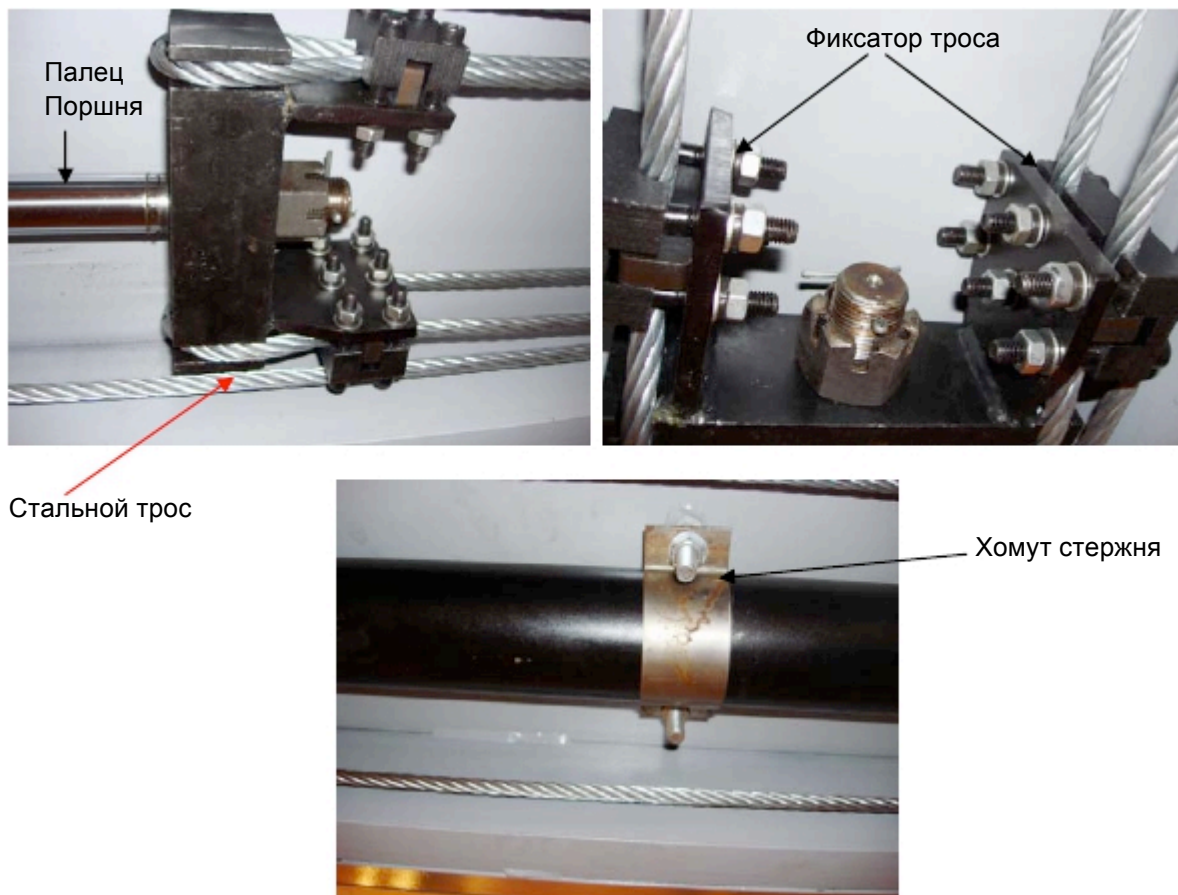

Рис.3.7.2
3.7.2 Прежде чем натягивать тросы, необходимо установить и выдвинуть цилиндр. Установите Цилиндр и натяните тросы, как показано на взрывной схеме и рис.3.7.2.